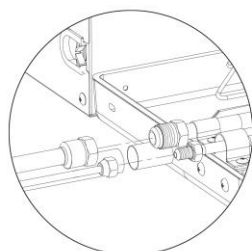

Fig. 15
- (1) Retirez le cache et le bouchon du tuyau.
- (2) Orientez la partie évasée du tuyau en cuivre vers le centre du raccord fileté. Serrez fermement l'écrou d'évasement à la main, comme indiqué sur la Fig.15. (Assurez-vous que le tuyau intérieur est correctement raccordé. Un emplacement incorrect du centre empêchera de serrer de manière sûre l'écrou d'évasement. Le filet de l'écrou d'évasement sera endommagé si vous forcez son serrage).